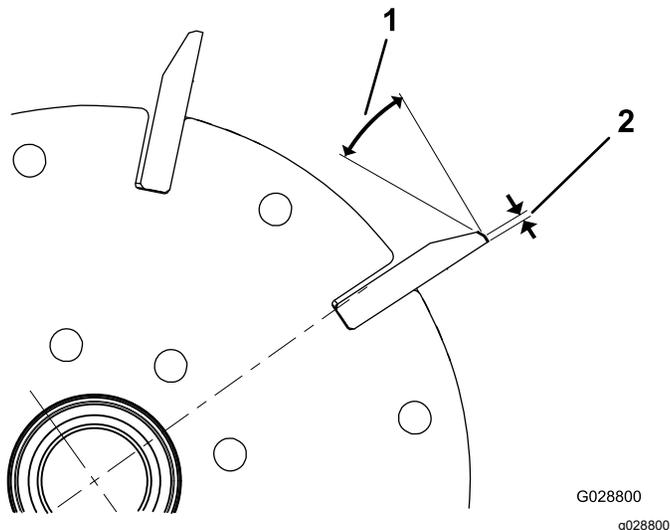

図 25
1. 全部のリール刃に 30° の角度で2番削りを行って、ランド部の幅を 1.3mm にしてください 図 25。